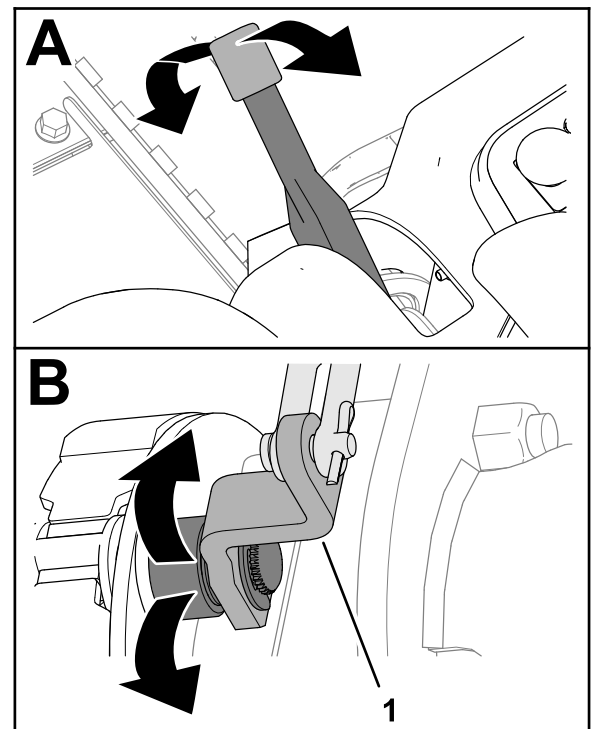

Figura 71
2. Mueva la palanca del freno de estacionamiento hacia arriba y hacia abajo para comprobar que la leva del freno se mueve libremente (Figura 71).